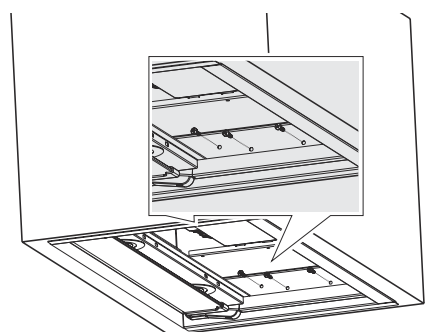

Fig. 12
3. Montez la hotte à travers les trous de fixation des côtés droit et gauche les plus courts à l'aide de 3 vis de 3.9x16 sur le placard (Fig. 12).